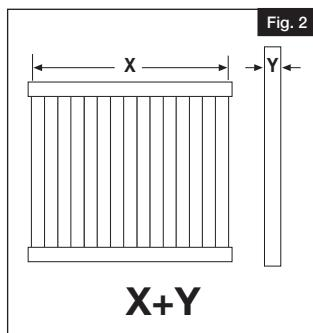

Fig. 2
Mesurer la largeur du panneau de clôture (X), puis ajouter la largeur du poteau (Y). Cela indiquera la distance centre en centre (à moins qu'il s'agisse d'un panneau coupé plus court) qui servira à l'emplacement des trous de poteau (Fig. 2).